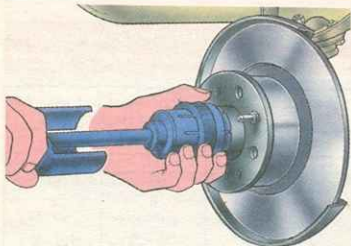

Рис. 5.9. Снятие колпак ступицы колеса съемником 67.7801.9514
– съемником 67.7801.9514 (рис. 5.9) снимите колпак ступицы переднего колеса;
- съемником 67.7801.9514 (рис. 5.9) снимите коллап ступицы переднего колеса;